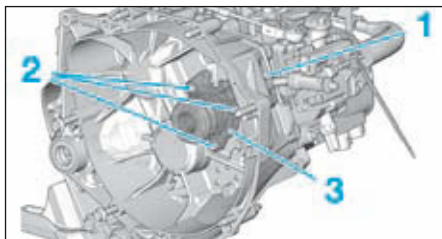

FIG.7
- Retirer l'agrafe (1) (Fig.7).
- les vis de fixation (2),
- la butée hydraulique d'embrayage (3).